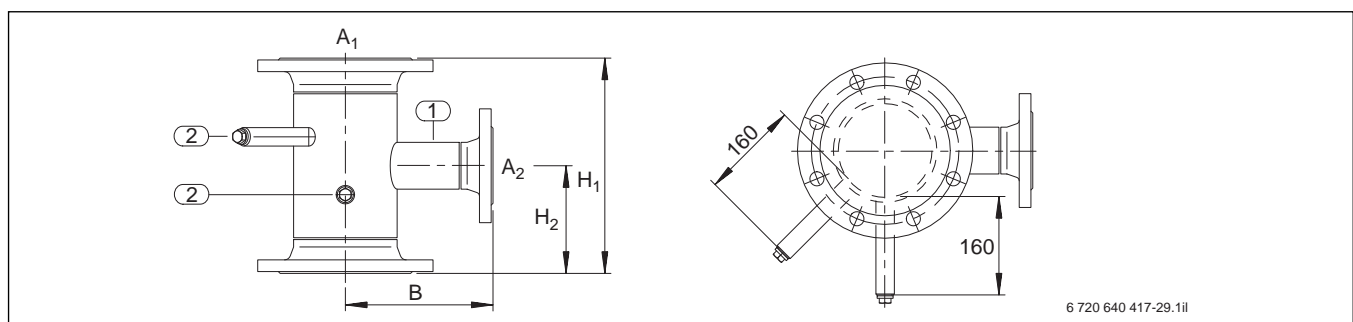

Bild 50 Rücklaufzwischenstück für UNIMAT Heizkessel UT-L (Maße in mm)
- Das Rücklaufzwischenstück (→ Bild 50, Seite 72) ist funktional mit integriert und kann deshalb nicht zusätzlich verwendet werden.